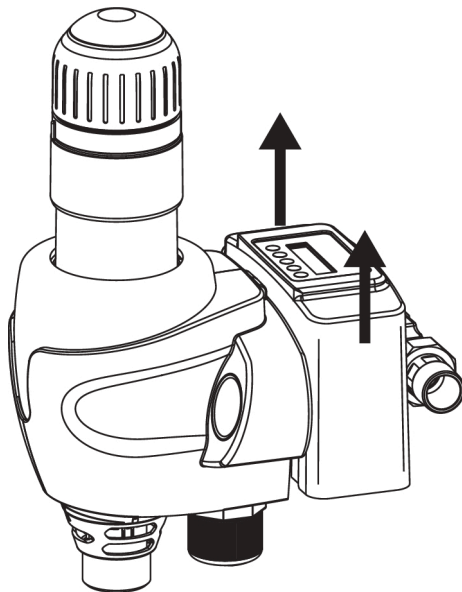

Abb. 7: Abdeckhaube nach oben abnehmen
2. Abdeckhaube nach oben hin abnehmen (siehe Abbildung 7).